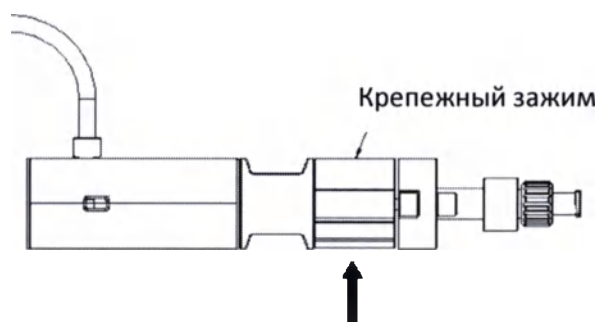

Рис. 7 Снятие крепежного зажима.
- Удерживайте систему доставки в неподвижном состоянии. Отсоедините крепежный зажим от захвата системы доставки (рис. 7).